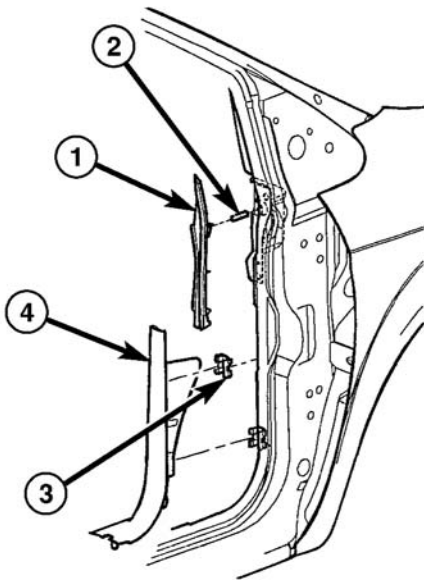

图 1 A 柱下延长装饰板
- (1) 拆卸仪表板侧盖。
- (2) 断开暗夹，将 A 柱延长板从车辆上拆下（图 1）。
- (1) 将 A 柱延长板放置到车上（图 1）。
- (2) 安装仪表板侧盖。